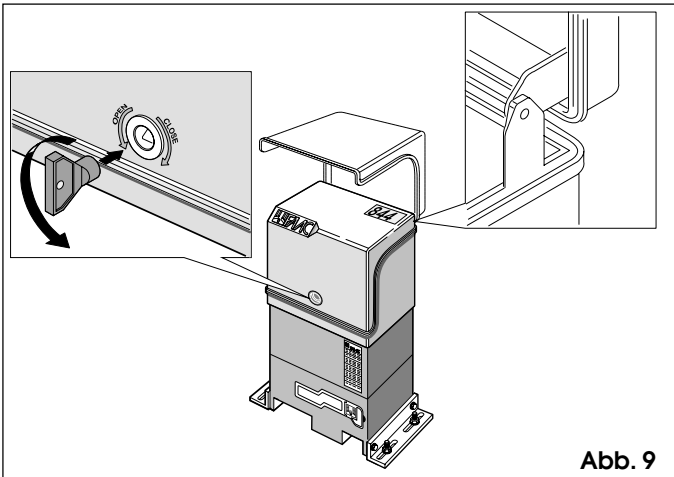

Abb. 9
- 2) Die Abdeckung des Operators mit dem mitgelieferten Innendreikantschlüssel gemäß Abb.9 öffnen. Die Abdeckung bleibt aufgrund eines speziellen Sperrsystems in der geöffneten Position.